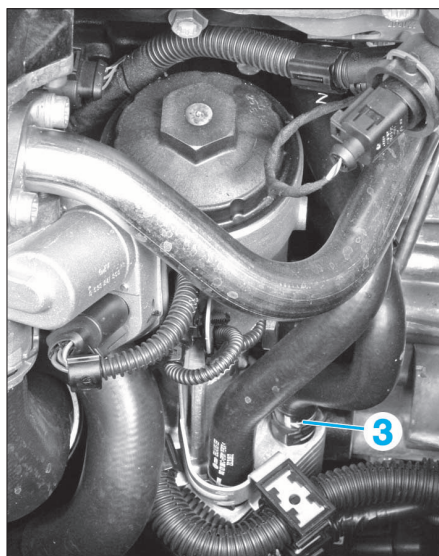

FIG. 34
- Débrancher la durit inférieure (2) du radiateur.
- Débrancher la durit supérieure (3) sur l'échangeur thermique eau/huile moteur (Fig.34).